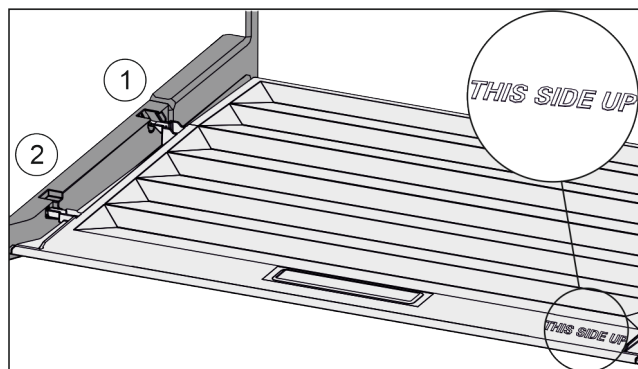

Fig. 44
- Anbring dækslets tappe over åbningen i den bageste holder Fig. 44 (1), og lad dem gå i indgreb i forreste holder Fig. 44 (2).